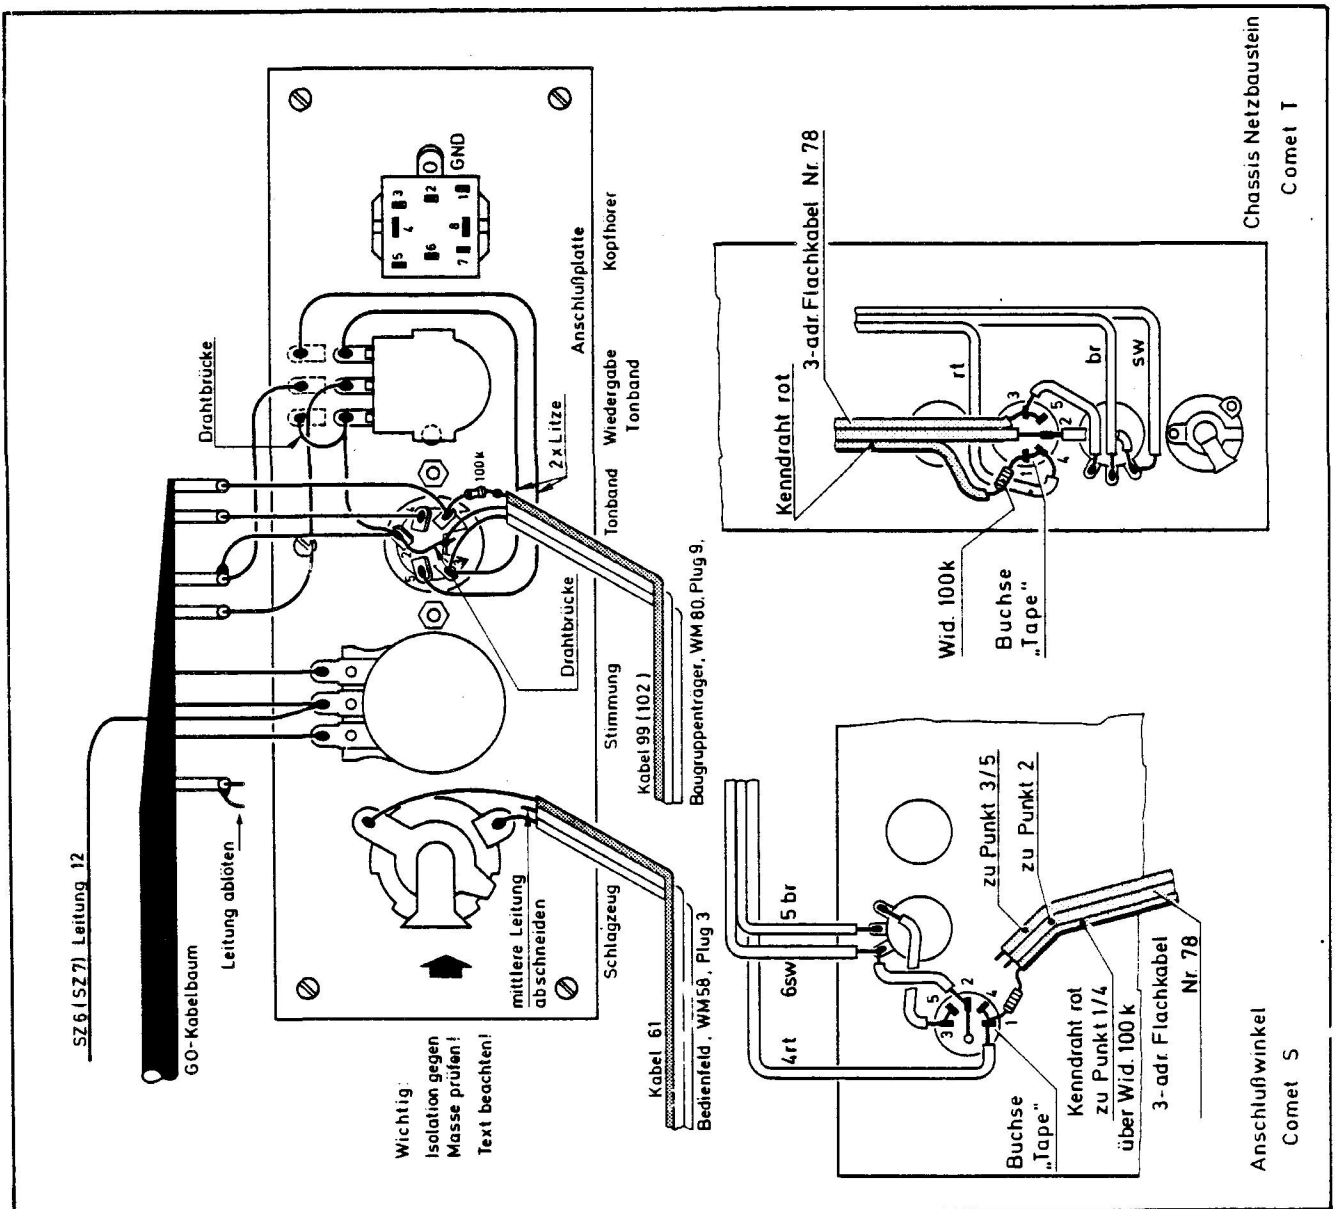

Abb. 10: 100 kOhm-Widerstand in der Datenleitung
3. Steckverbindungen zur Basisplatine wieder herstellen. Für den MFX 5-Anschluß der COMET ist die Stiftleiste PL 4 zusätzlich in die Basisplatine aufgenommen worden. Stellen Sie eine Steckverbindung mit 8-poligem Buchsengehäuse und entsprechenden Anschlagkontakten aus Tüte 2 her. Anschlußreihenfolge analog zu Abb. 10, BA 309, MFX 5, Ast 3. Leitungen entsprechend kürzen.
Tip: Anstelle der Vergrößerung von R 16 (100 kOhm) die Änderung lt. Abb. 10 für den weichen Baßeinsatz durchführen. (Widerstand 4,7 kOhm = ge-vi-rt in Tüte 3).